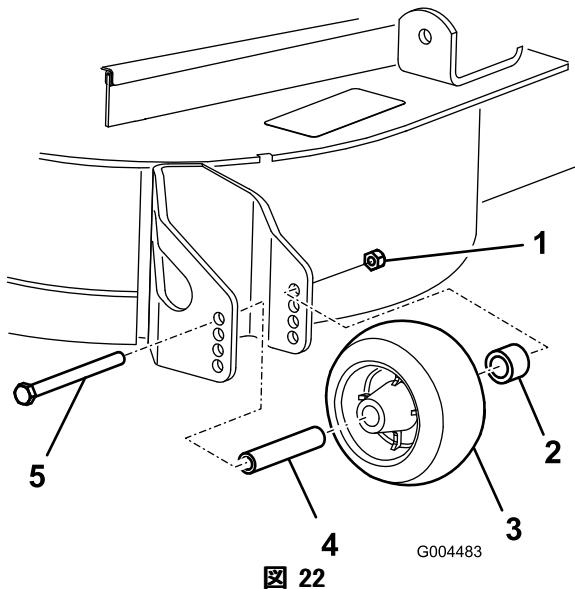

図 22
- 刈高変更後、ローラの調整を行う（フランジナット、ブッシュ、スペーサ、ボルトを外す）(図 22)。
注 54–61 Nm (5.5–6.2 kg.m=40–45 ft-lb) にトルク締めする(図 22)。